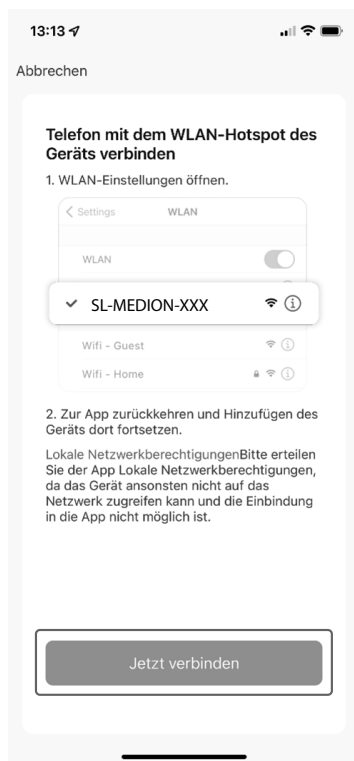

Fig. 6
- Haga clic en la indicación de abajo en **JETZT VERBINDEN** (véase fig. 6).